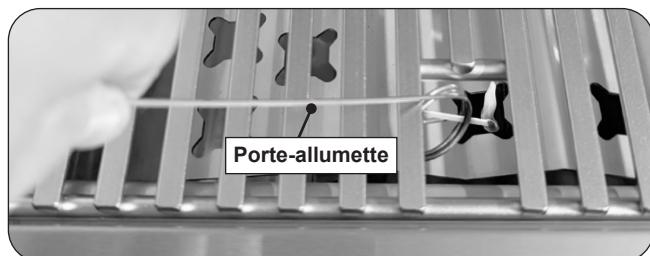

Fig. 34-2 - Allumage manuel
2. Insérez soit un brûlant long bâton briquet au butane, un match à longue tige de brûlure, ou une allumette en feu détenues par un titulaire d'extension de fil à travers les grilles de cuisson du brûleur (Fig. 34-2). Pour backburners, maintenez la flamme contre le matériau perforé de la veilleuse.